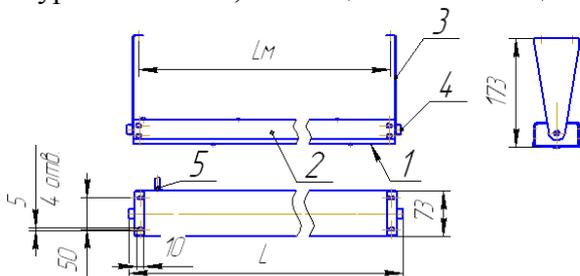

Рис.1 Габаритный чертеж электрообогревателя панельного типа
5.1. Нагревательная панель электрообогревателя (см. Рис.1) состоит из основания с установленным на нем отражателем и трубчатым нагревателем, кожуха с отверстиями для выхода теплового потока, кронштейнов крепления. С помощью кронштейнов и специального болта можно регулировать угол направления теплового потока. Подключение прибора к питающей сети производится несъемным соединительным шнуром с вилкой, имеющей заземляющие контакты.
6.2. Ознакомиться с руководством по эксплуатации в части устройства, мер безопасности, подключения и монтажа. Разметить места под пробки (согласно расстояния  $L_m$  – см. Рис.1 и табл.) для установки кронштейнов крепления, выполнить отверстия под пробки, установить пробки и кронштейны.